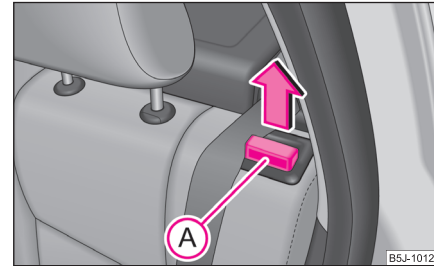

Abb. 53 Rücksitzlehne entriegeln
- Entriegeln Sie die Rücksitzlehne durch Ziehen des Sicherungsknopfs A und klappen Sie sie nach vorn ⇒ Abb. 53.
- Vergewissern Sie sich, dass die rote Fläche des Sicherungsknopfs **A** nicht zu sehen ist ⇒ Seite 61, Abb. 53.